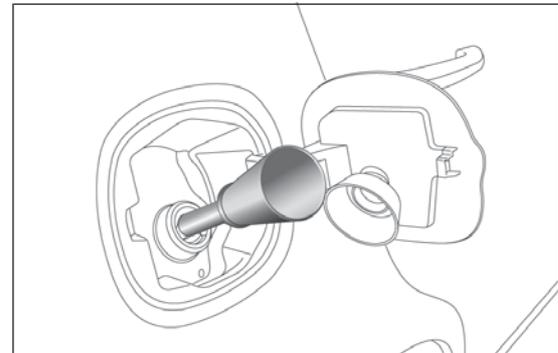

fig. 129
- introducir el adaptador en la boca de llenado, tal y como se indica en fig. 129 y proceder al repostado;